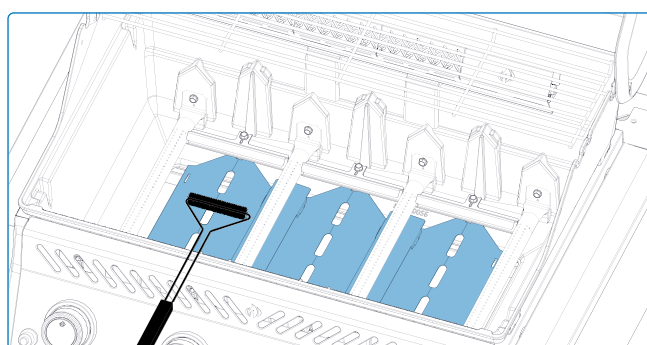

Fig. 11
- Nettoyez le bac de récupération régulièrement — environ toutes les 4 à 5 utilisations — pour éviter l'accumulation de graisse (**Fig. 11**).